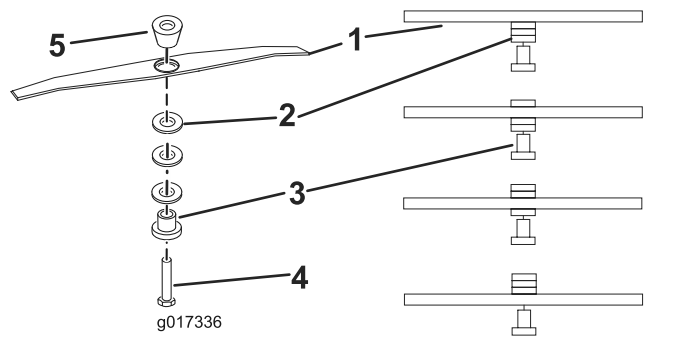

图13
5. 如图13所示将隔片重新放到合适的高度然后重新安装滚刀组。